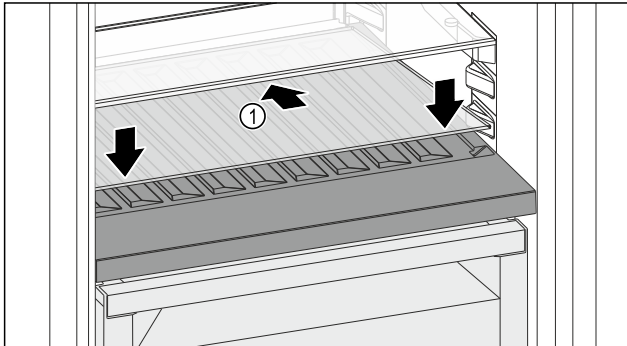

Fig. 194
- ▶ Вставьте стеклянную пластину Fig. 194 (1) наискосок и с уклоном назад вниз.
- ▶ Опустите стеклянную пластину Fig. 194 (1) спереди.